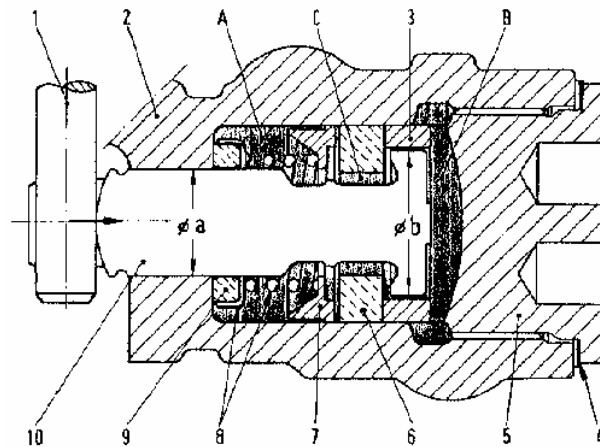

Fig1 Répartiteur de freinage en position de repos.
Le répartiteur, agissant sur les roues arrière, a pour objet de différencier la pression de freinage des freins arrière par rapport aux freins avant. Il est constitué par : un cylindre extérieur (2,fig1), la chambre A dans laquelle règne la même pression existant dans le maître-cylindre, la chambre B à pression variable, le piston (10) commandé par la barre (1) dont l'autre extrémité est ancrée au pont .